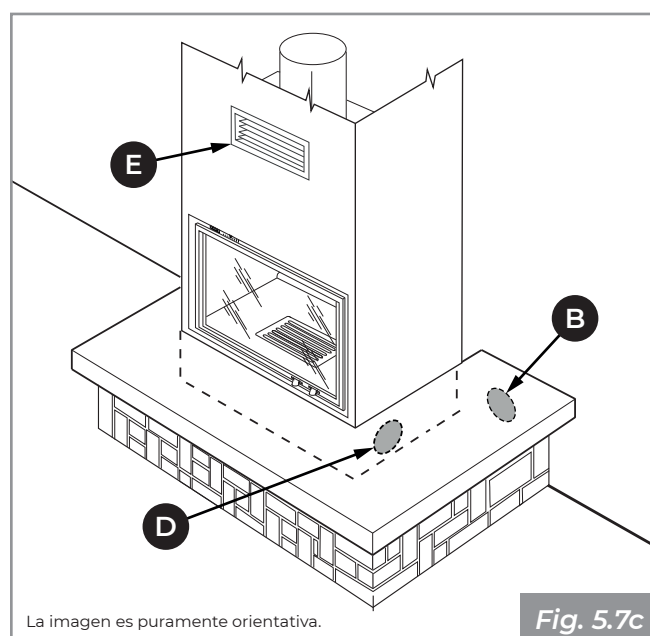

Fig. 5.7c
- **(Fig. 5.7c):** toma de aire exterior **(B)** realizada dentro del revestimiento.